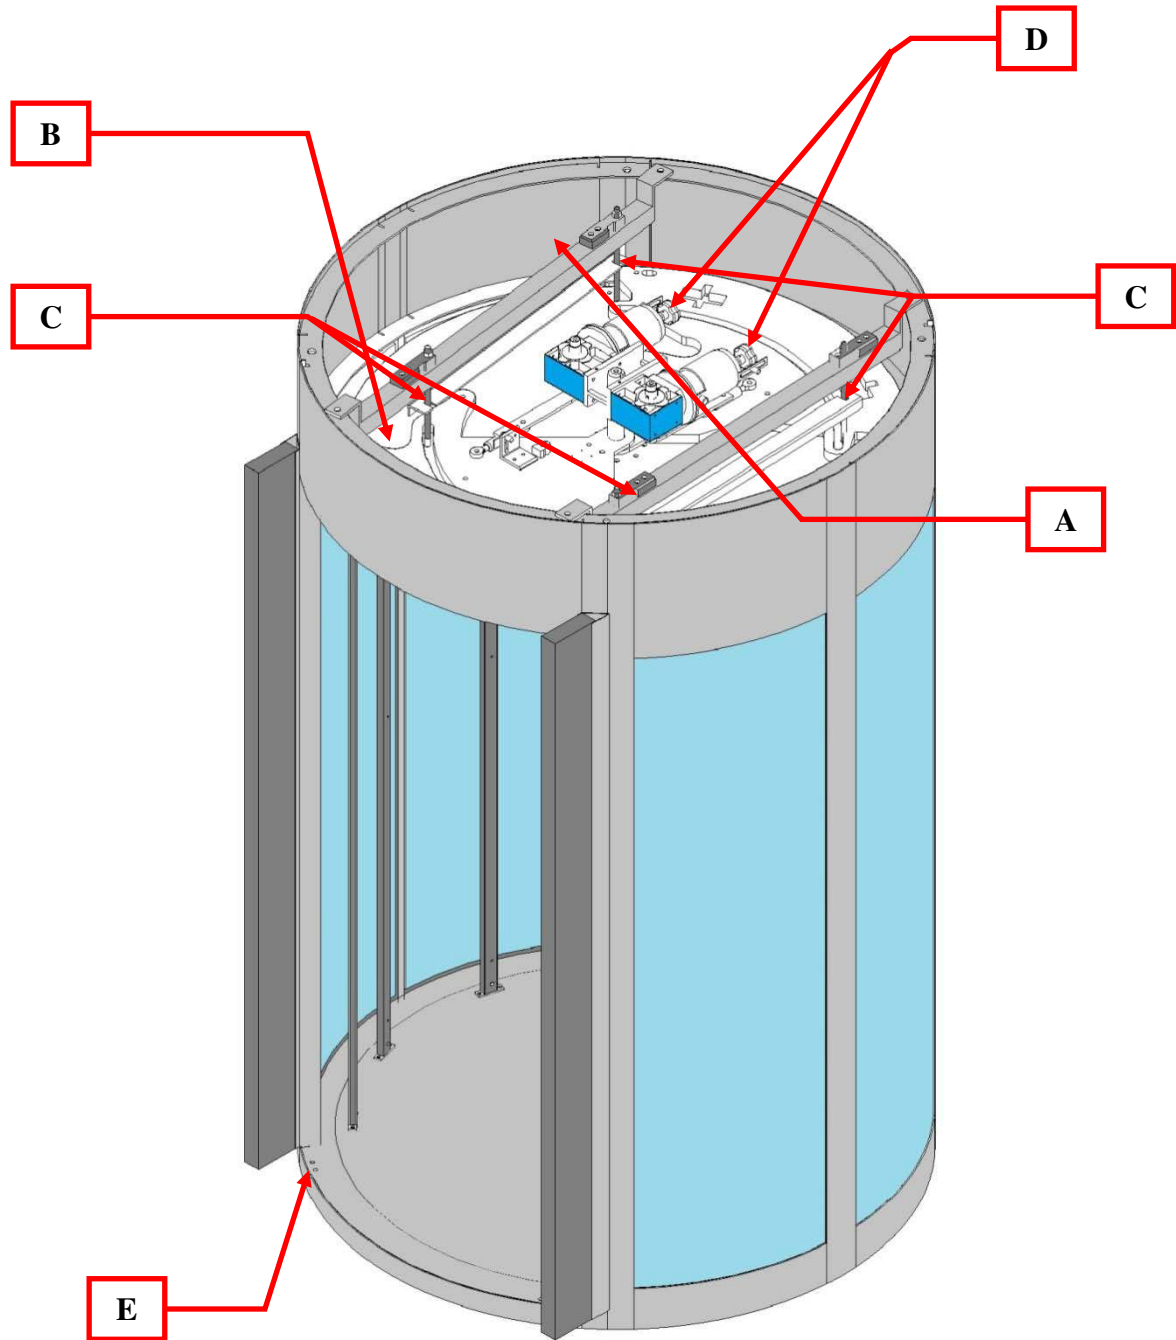
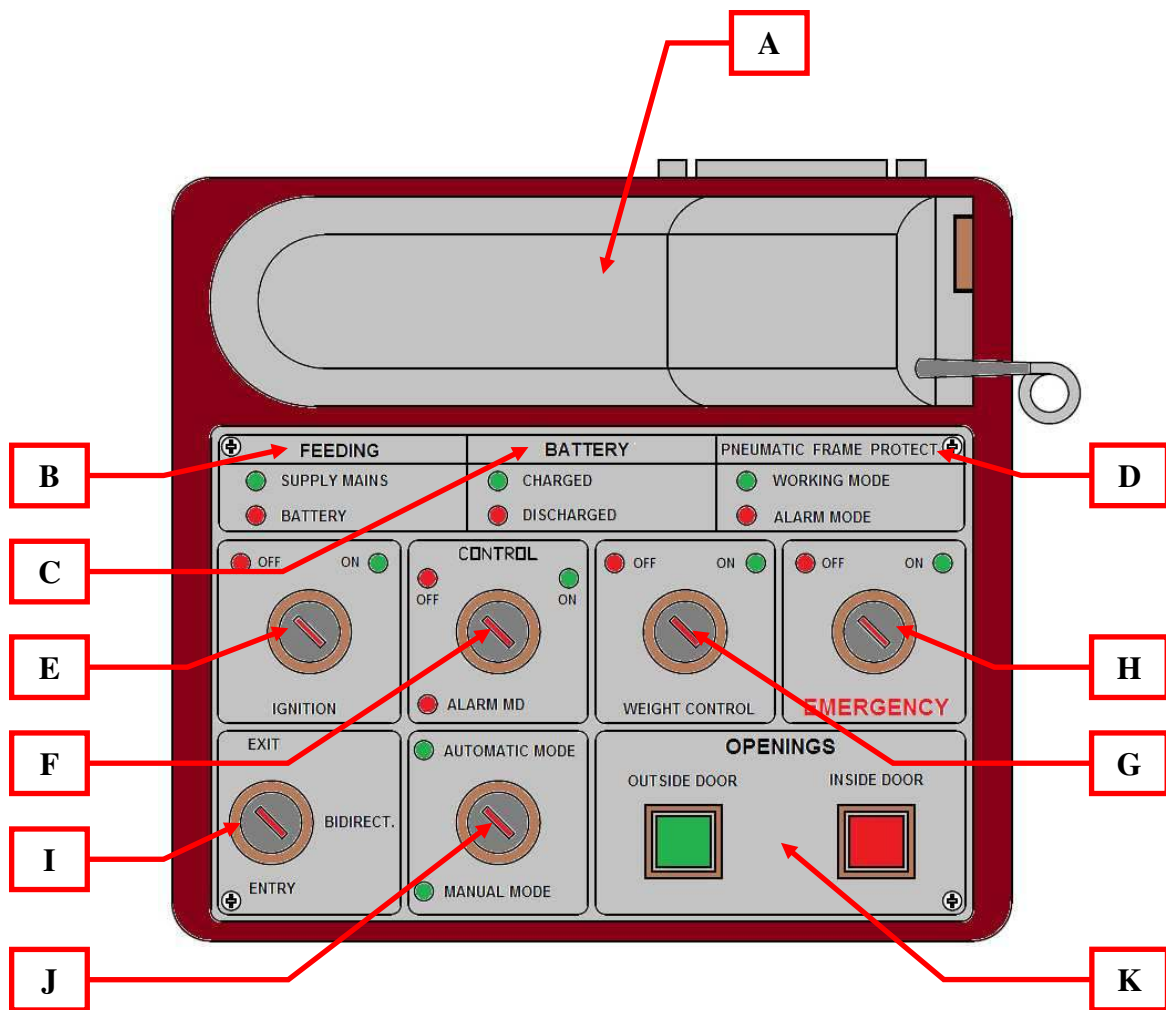

Рис. 1
Рис. 2
- Прикрепите дверь для обеспечения безопасности к полу, таким образом, чтобы она была выровнена и не колебалась. Для того чтобы стабилизировать дверь для обеспечения безопасности, снимите четыре резиновых протектора под рамой основания (см. рис. 1., ссылка L) и отрегулируйте стабилизирующие ножки. Для того чтобы завинтить или отвинтить ножки необходим ключ с торцевой головкой на 6 мм (рис. 1. ссылка I). Устойчивость двери для обеспечения безопасности на полу имеет фундаментальное значение для корректной работы.
- Проложите кабель электропитания ($2 \times 2.5 \text{ мм}^2$ + заземление) над крышей двери для обеспечения безопасности (см. рис. 1., ссылка N) и подсоедините его к выключателю сети, расположенному внутри верхнего отсека (см. рис. 1., ссылка D). Выключатель сети состоит из двух модулей. Первый выключатель отключает питание от электросети, а второй выключатель отключает батарейное питание.
- Проложите кабель консоли (пульта) (рис. 1., ссылка O) поверх крыши двери для обеспечения безопасности внутри кабельного желоба или внутри трубки соответствующих размеров вплоть до того места, где консоль (пульт) должна быть установлена.
- Ослабьте винты наверху крыши посередине двери для обеспечения безопасности, которые удерживают транзитную конструкцию во время транспортировки (рис. 1., ссылка E).
- Включите дверь для обеспечения безопасности с помощью главного выключателя (клавиша включения) на консоли (пульте) (рис. 2., ссылка E), а также используя клавишу, расположенную на наружной стороне передней секции двери для обеспечения безопасности (рис. 1., ссылка M).
Если прерывание продолжается дольше 20 секунд, оптико-акустический сигнал тревоги генерируется в консоли (пульте) (неправильное функционирование, рис. 2., ссылка D), который предупреждает оператора о неисправности в этой системе предотвращения аварий.
Дверь для обеспечения безопасности может быть активизирована/дезактивирована с помощью клавиши "Включ.", расположенной на консоли (пульте) (рис. 2., ссылка Е) или с помощью клавиши, расположенной на внешней передней секции двери для обеспечения безопасности (рис. 1., ссылка М).
При закрытии помещения по завершении последнего прохода (выхода) можно дезактивировать дверь для обеспечения безопасности посредством использования клавиши, расположенной на внешней передней секции двери для обеспечения безопасности (рис. 1., ссылка М) (процедура "Последний Выход"). Это возможно только, если клавиша «Включ.» на пульте управления находится в положении «включено» (ON) (рис. 2., ссылка Е), независимо от позиций любых других клавиш или селекторных переключателей. При открытии помещения можно активировать дверь для обеспечения безопасности, используя ту же самую клавишу, расположенную на внешней передней секции (рис. 1., ссылка О) (процедура "Первый вход"). Эта процедура автоматически активизирует первый цикл открытия двери, которая может быть использована для реализации прохода типа «первый вход».
Для того чтобы позволить кому-либо с металлическими предметами или оружием войти, для этого лица не нужно выходить из двери для обеспечения безопасности (если оно уже вошло внутрь), поскольку оператор может выключить металлодетектор с помощью клавиши, смонтированной на консоли (пульте) (рис. 2. ссылка F), после чего лицо (лица) может штатно войти внутрь.
Во время тех рабочих часов, когда необходимо предотвратить вход публики, достаточно выключить кнопку внешнего вызова двери. Для того, чтобы сделать это просто переключите клавишу, которая управляет типом режима на «РУЧНОЙ» (рис. 2. ссылка J).
Имеется специальная клавиша на консоли (пульте) (рис. 2., ссылка H) для выполнения одновременного открытия двух дверей для обеспечения безопасности.
В этом случае, откройте люк, расположенный на внутренней фронтальной поверхности над отсеком прохода (рис. 1., ссылка G), и посредством поворачивания специальных ручек, смонтированных на валу каждого двигателя (рис. 1., ссылка H) вращайте до тех пор, пока двери не откроются полностью. Для предотвращения аварий важно, всегда выполнять эту операцию, после дезактивации выключателя сети двери для обеспечения безопасности (рис. 1., ссылка D).
В случае необходимости разрешить одновременный проход двух человек, достаточно выключить орган управления, расположенный на консоли (пульте) (рис. 2., ссылка G).
Для восстановления нормального рабочего режима, необходимо выключить дверь для обеспечения безопасности с помощью клавиши, расположенной на консоли (пульте) (рис. 2., ссылка E), а затем через несколько секунд включить ее снова.
В ссылках на рис. 2 указаны следующие функции пульта управления: